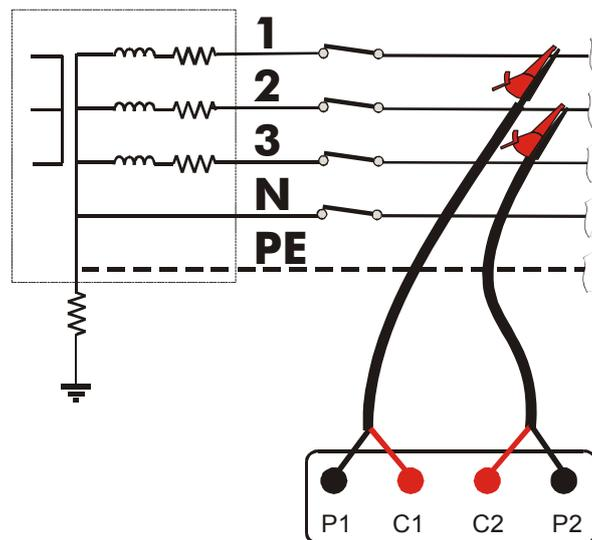

Fig. 3: Collegamento strumento per Misura dell'impedenza Fase-Fase
2. Collegare i coccodrilli alla rete elettrica in esame (vedere Fig. 3).
3. Inserire le coppie di cavi nero-rosso dei cavi C7000 nei rispettivi terminali di ingresso dello strumento **seguendo la sequenza di inserimento P1, P2, C2, C1** (vedere connessione in Fig. 3).